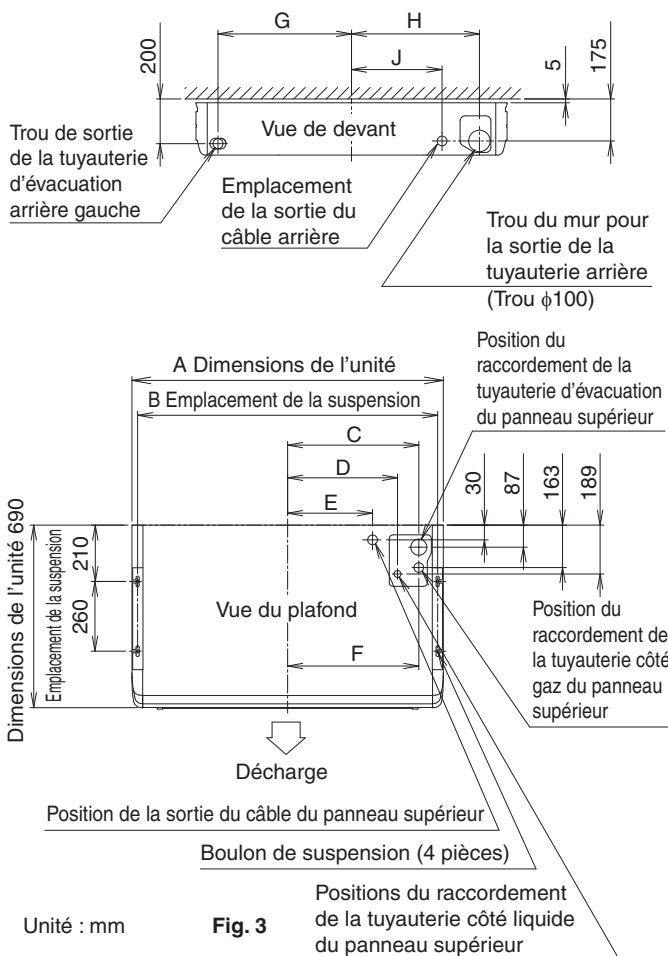

Fig. 3
**(1) Vérifiez l'emplacement des vis à œillets de l'unité intérieure, des tuyaux de sortie, des trous de sortie du tube d'évacuation et le câblage électrique des trous d'entrée. (Reportez-vous à la Fig. 3)**